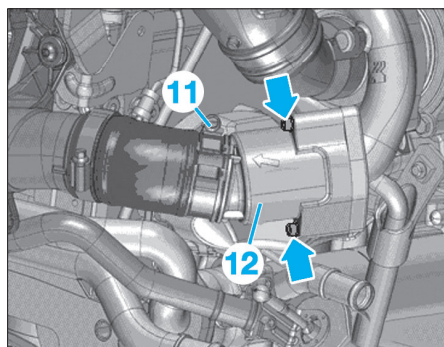

FIG. 101
- Déposer les vis de fixations (flèches) et la vis (11) (Fig.101).